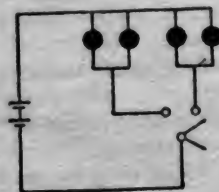

Abb. 77
e) In unserem Schulzimmer brennen 4 Lampen; beim ersten Griff am Schalter leuchten die 2 vorderen auf, beim nächsten alle 4, beim 3. erlöschen die vorderen, beim 4. auch die hinteren. Wie ist die Schaltung? Betrachte genau Abb. 77!